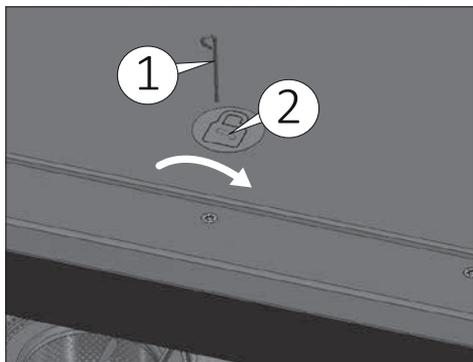

Fig. 13
- 1) Introducir la llave suministrada en el paquete verticalmente en el agujero de la encimera de la máquina (1 Fig. 13), para colocar la llave correctamente, seguir la posición indicada por el agujero del candado en la pegatina (2 Fig 13).